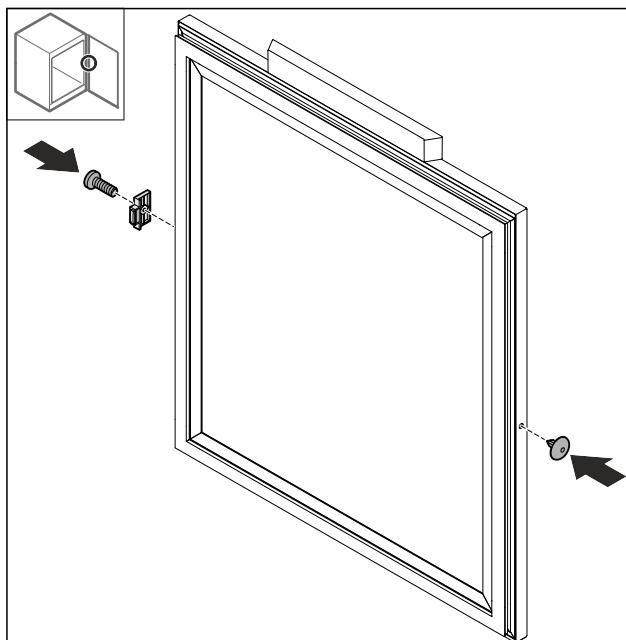

Fig. 70
- Смонтируйте ограничитель хода двери Fig. 70 (1) на противоположной стороне, повернув его на 180°.
- Установите крышку Fig. 70 (2) на противоположной стороне.